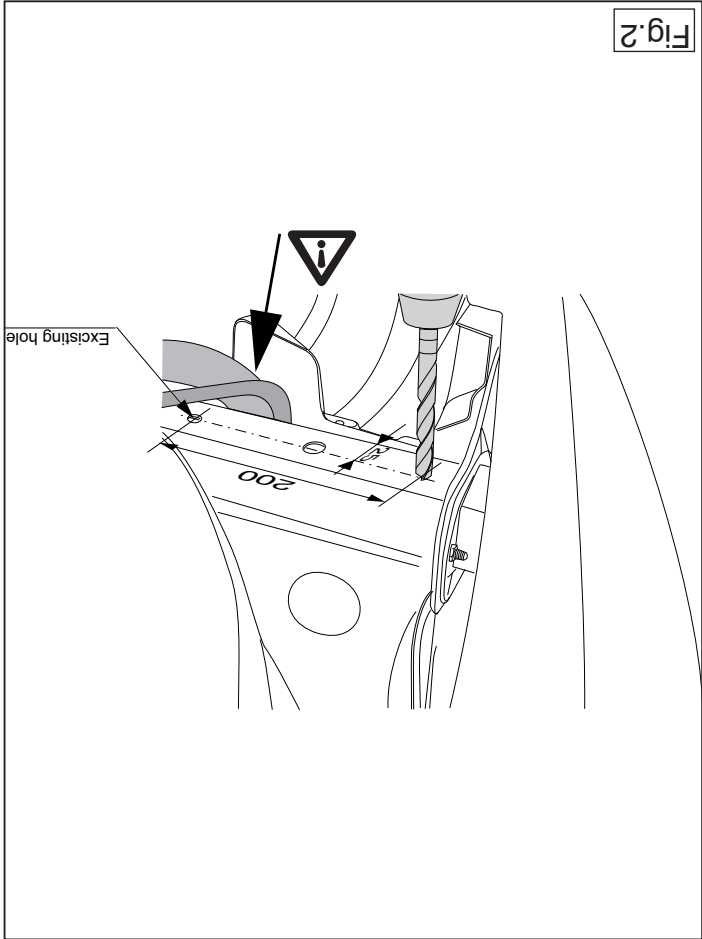

Fig.2
8. Boor overeenkomstig fig. 2 het gat A ø11 mm.
8. Drill the hole A \varnothing 11 mm as shown in fig.2.
8. Gemäß der Abb. 2 das Loch A \varnothing 11 mm bohren.